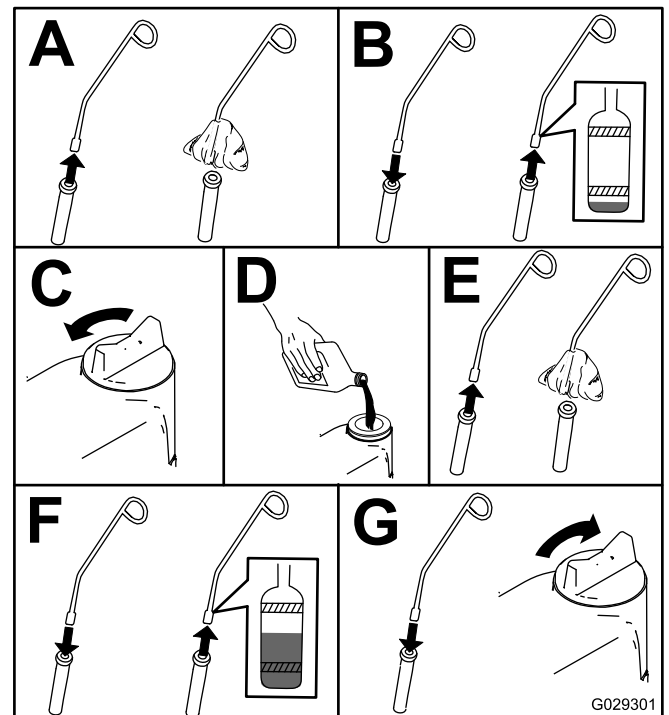

Figura 42
4. Compruebe el nivel de aceite del motor, según se muestra en Figura 42.